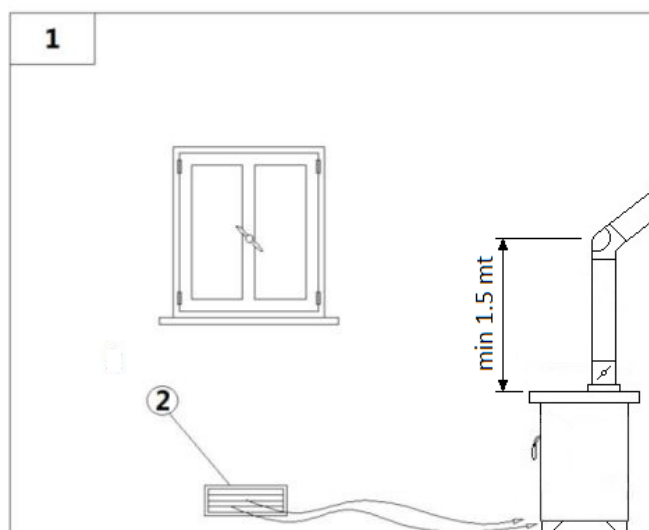

Fig. 7 - Afflusso d'aria diretta
LEGENDA Fig. 7 a pag. 9
- L'afflusso dell'aria tra l'esterno ed il locale può avvenire per via diretta, tramite apertura su parete esterna del locale (vedi Fig. 7 a pag. 9).